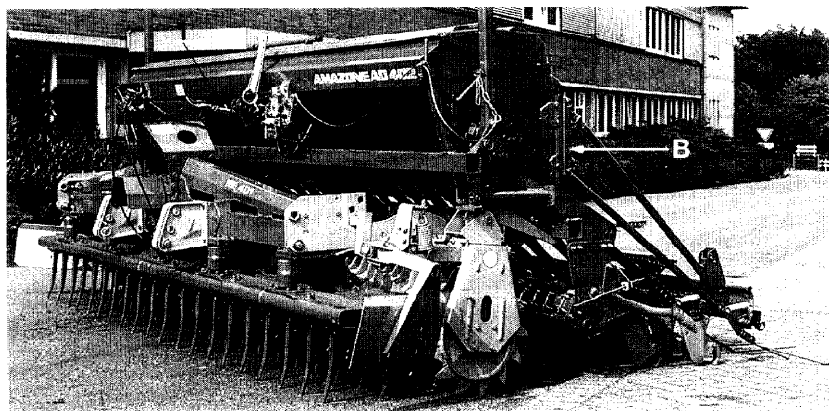

Fig. 15
- Spanslot (fig.15/1) aan de AD en aan de grondbewerkingsmachine, met bouten koppelen en met elk een borgpen, borgen.
- De topstanglengte (fig.15/1) zo instellen, dat de zaaimachine achterwand in bereik-B (fig.15) ongeveer loodrecht staat.